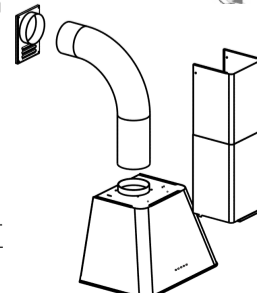
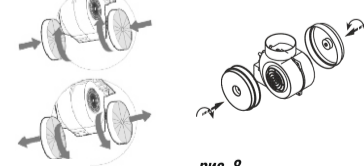
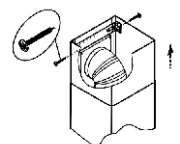

рис. 7
рис. 8
рис. 9
6.3 В зависимости от режима эксплуатации кухонной вытяжки соедините вентилятор с вентиляционной решеткой воздуховодом (рис. 7) или установите на вентилятор угольные фильтры. Угольные фильтры устанавливаются на защитные решетки корпуса вентилятора (рис. 8).
- 6.4 Установите фальштрубы (рис. 7). Выдвиньте верхнюю фальштрубу, оденьте ее на кронштейн (рис. 9) и закрепите самонарезающими винтами.